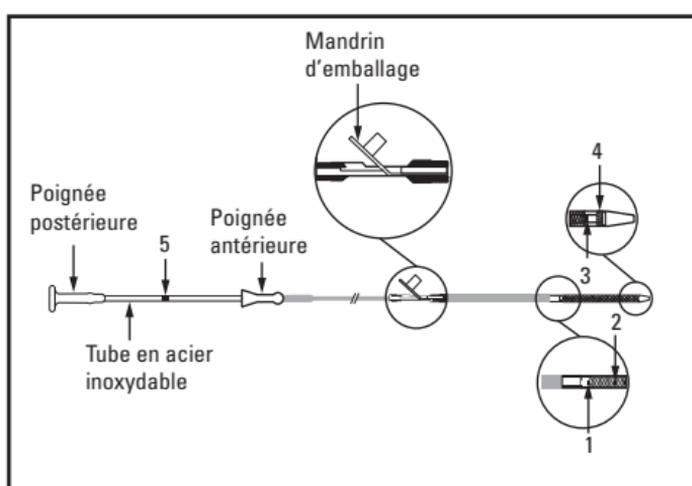

Figure 2. Système de stent biliaire RX WallFlex
Le système de mise en place est conçu avec un tube coaxial. Le tube externe permet de contracter le stent avant son déploiement, puis de le contracter à nouveau après son déploiement partiel si un repositionnement est nécessaire. Le tube externe est doté d'une section transparente permettant la visualisation du stent contracté. La zone de transition jaune du tube interne du système de mise en place est visible entre le stent et la gaine externe bleue. Les quatre repères radio-opaques facilitent le déploiement du stent sous radioscopie (Figure 2). Les deux repères radio-opaques visibles sur le tube interne du système de mise en place permettent d'identifier les extrémités du stent contracté (Figure 2, repères n° 1 et 3). Un repère radio-opaque supplémentaire présent entre ces deux repères indique l'endroit à partir duquel le stent ne peut plus être à nouveau contracté (Figure 2, repère n° 2). Le quatrième repère radio-opaque visible à l'extrémité antérieure du tube externe indique le niveau de déploiement du stent (Figure 2, repère n° 4). Le tube interne comporte un repère visuel situé entre les poignées pour faciliter le déploiement du stent (Figure 2, repère n° 5). Le repère visuel indique le point à partir duquel le stent ne peut plus être à nouveau contracté. Le tube interne est doté d'une lumière centrale unique pouvant contenir un guide de 0,035 in (0,89 mm).
**Remarque :** NE PAS retirer le mandrin d'emballage de l'extrémité antérieure du dispositif (Figure 2), ceci facilite l'accès au guide.